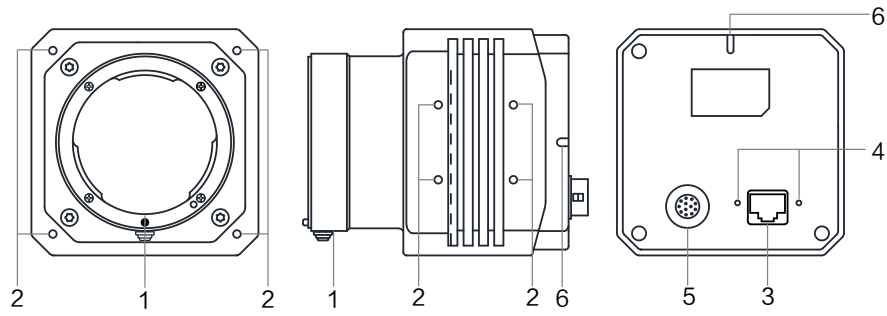

图1-5 F口，不带风扇
- 图 1-5 为 F 口，不带风扇的千兆网口面阵相机外观。
- F 口，不带风扇（图 1-5）